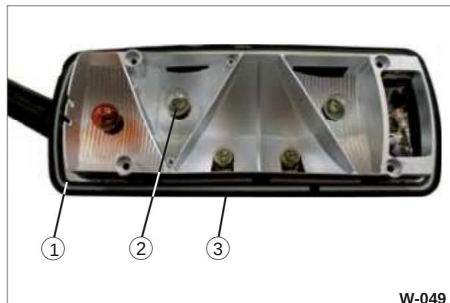

Fig. 57 Baglygte åben
• Sæt den ydre linse tæt på huset (fig. 57/3).
• Sørg for, at tætningen er korrekt placeret (fig. 57/1).
• Skru fastgørelsesskruerne på (fig. 57/3).